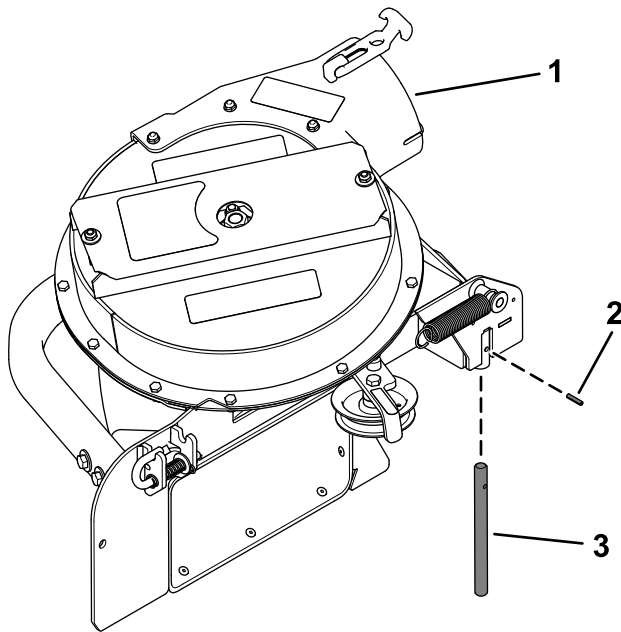
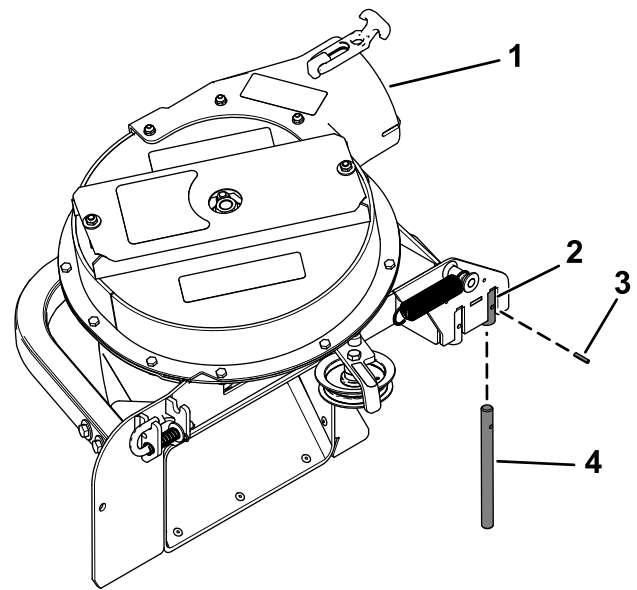

Figura 25
Figura 26
Compruebe que el pasador de giro está fijado al conjunto del soplador en la posición correcta (Figura 25 o Figura 26).
- Si tiene una carcasa de corte de **122 cm (48")** o **132 cm (52")**, solo hay un orificio donde instalar el pasador de giro (Figura 25).
- Si tiene una carcasa de corte de **152 cm (60")**, instale el pasador de giro en el orificio trasero (Figura 26).